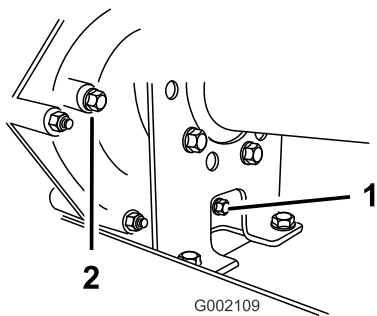
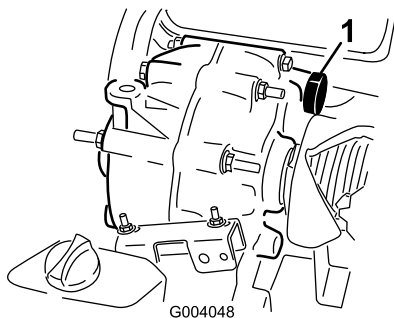

Figure 43
Figure 44
2. Essuyez la surface autour des bouchons de remplissage et de vidange avec un chiffon (Figure 43).
4. Dévissez et enlevez le bouchon de remplissage (Figure 43).
5. Dévissez et enlevez le bouchon de vidange (Figure 43).
6. Remettez et serrez le bouchon de vidange et le joint dans l'orifice de la transmission (Figure 43).
7. Versez par l'orifice du bouchon de remplissage du réservoir (Figure 44) environ 1,4 L (1,5 pte américaine) du liquide spécifié, ou la quantité de liquide nécessaire, jusqu'à ce que le niveau de liquide atteigne le bas du filetage (Figure 43).
8. Remettez et serrez le bouchon de remplissage et le joint dans l'orifice de la transmission (Figure 43).
10. Contrôlez le niveau de liquide et faites l'appoint si le niveau est en dessous du filetage de l'orifice du bouchon de remplissage (Figure 43).